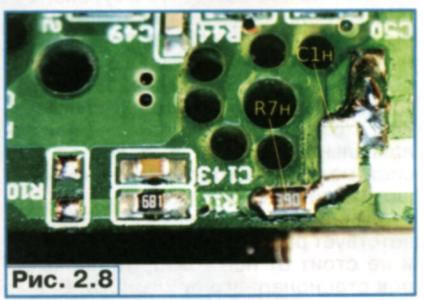

Рис. 2.8
Резистор R9 заменяют на другой с сопротивлением 2,2 кОм, чем увеличивают ток через диод D9 (SW) до 1 мА (дифференциальное сопротивление уменьшается до 40 Ом). Установка резистора R7n увеличивает импеданс усилителя для последующего ФНЧ до 120 Ом (рис. 2.8). При этом возрастёт линейность усилителя и коммутатора, и мы сможем предсказать доработать ФНЧ перед смесителем. Проволочная антenna длиной 5 м уже не вызовет перегрузку усилителя на транзисторе Q10.
Для доработки устанавливают конденсатор C1н (см. рис. 2.8), учитывая посадочное место от снятого экрана, заменяют дроссель L8 другим, индуктивностью 0,82 мГн (рис. 2.12). Взамен дросселя L9 временно устанавливают проволочную перемычку (позже устанавливают резистор R8н). Удаляют конденсаторы C51—C53 (рис. 2.13). Это позволит на верхней границе полосы пропускания (30 МГц) создать слабый резонанс и нейтрализовать входную ёмкость смесителя.
4. Удаляют резистор R10 (см. рис. 2.8).